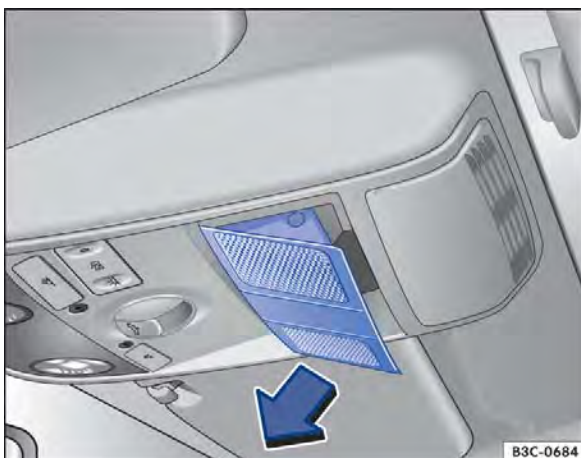

Fig. 222 No revestimento do teto: remover a cobertura.
- Remover a cobertura no sentido da seta ⇒ Fig. 222.